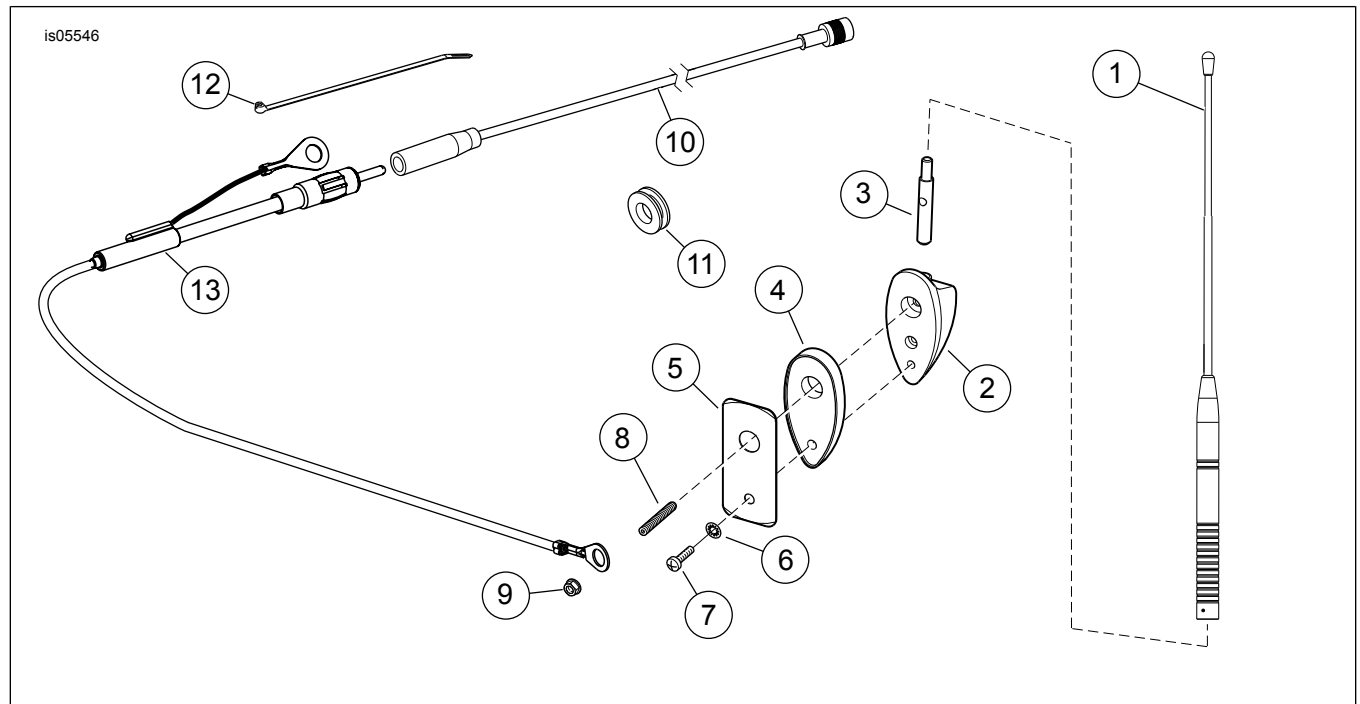

Figura 4. Piezas de servicio: Kit advanced audio de antena de CB
Vea Figura 4 y Tabla 1.
1. Vea Figura 4. Inserte el adaptador (3) dentro del agujero en la **parte superior** de la base de la antena (2).
2. Alinee el agujero con rosca en el LADO del adaptador con el agujero superior en la parte trasera de la base. Inserte el espárrago con rosca (8) dentro del agujero **superior** en la parte trasera de la base y enrosque el espárrago dentro del agujero en el adaptador. Apriete el espárrago firmemente.
3. Coloque la junta de la base (4) en la base de la antena.
4. Con el adaptador (3) hacia **arriba**, coloque el conjunto de la base sobre los agujeros perforados anteriormente en la pared trasera exterior del Tour-Pak. Asegúrese de que el espárrago con rosca (8) pase por el agujero más grande (superior).
5. Coloque la placa de refuerzo de la antena (5) en su posición adentro del Tour-Pak. Coloque el terminal de anillo sobre el espárrago del mástil de la antena. Utilice la tuerca hexagonal con la arandela de seguridad (9) para sujetar la extensión del cable, pero no la apriete completamente en este momento.
6. Instale el tornillo TORX® (7) y la arandela de seguridad pequeña (6) a través del agujero más pequeño (inferior) de la placa de refuerzo de la antena y dentro de la base de la antena. Apriete el tornillo firmemente. Apriete la tuerca hexagonal firmemente.
7. Instale el mástil de la antena (1) sobre el adaptador de la base de la antena (3).